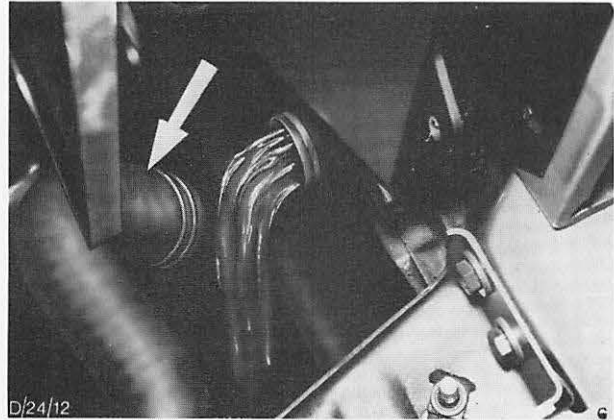

Abb. 14 Unterer Kühlwasserschlauch wird abgeschossen, um das Kühlmittel abzulassen
4. Auffangwanne unter den Kühler stellen, unteren Kühlwasserschlauch vom Kühler lösen und Kühlmittel ablassen, Abb. 14.